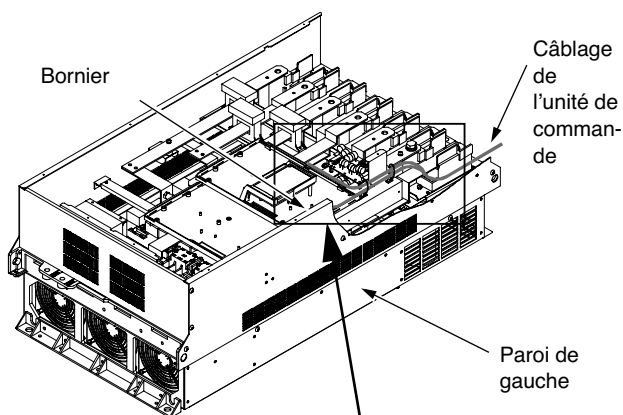

Figure 2-3-14 Cheminement du câblage de l'unité de commande
1. Comme le montre la Figure 2-3-14, faire courir les câbles le long de la paroi de gauche.